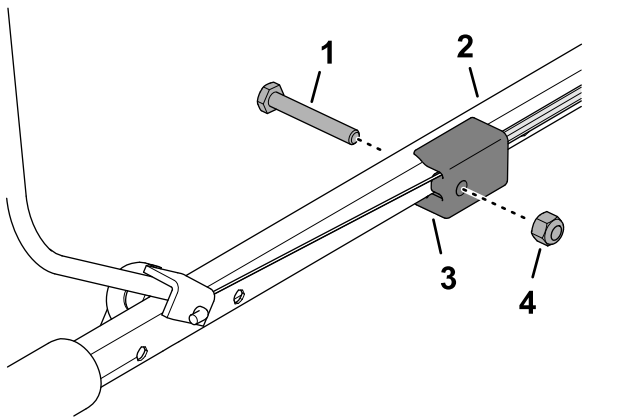

図 13
5. ハンドルバーのフィッティングを上部ハンプロバーに固定する(図 13)ボルト $\frac{1}{4}$  x  $1\frac{3}{4}$ "ロックナット $\frac{1}{4}$ "を使用する。